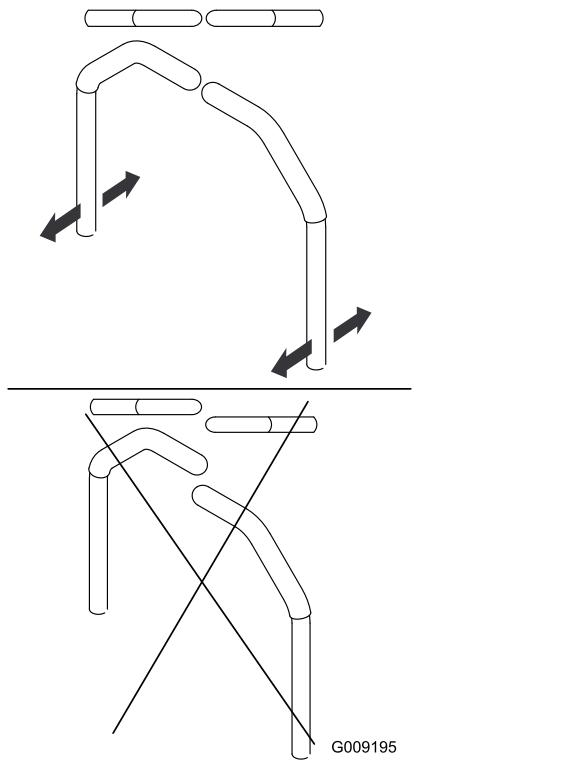

Figura 51
- 9. Alinee las palancas en el sentido adelante/atrás acercándolas a la posición de PUNTO MUERTO, y moviéndolas hasta que estén alineadas; luego apriete los pernos (Figura 51).